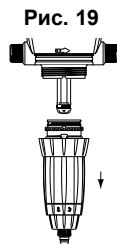

Рис. 19
- Потяните вниз, чтобы высвободить дозирующую часть (Рис. 19).